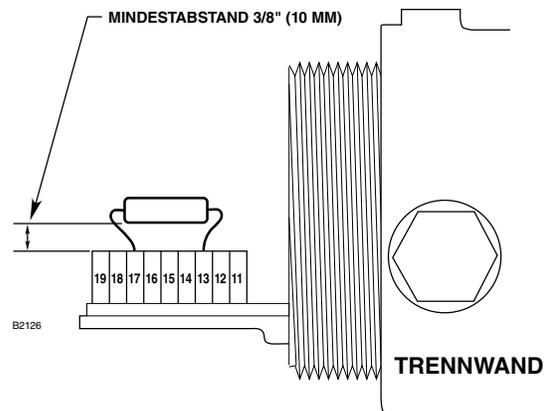

Abbildung 6—Installation des EOL-Widerstands
3. Biegen Sie die Zuleitungen, und installieren Sie den EOL-Widerstand wie in Abbildung 6 gezeigt.